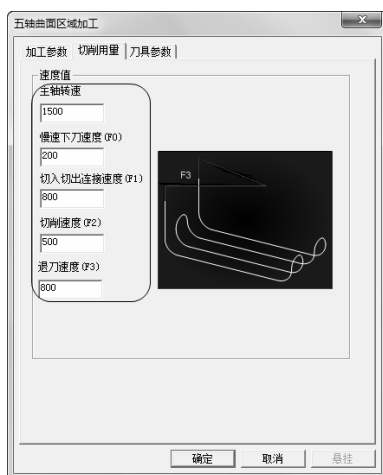

图 5-75 “切削用量”选项卡
2) 单击“切削用量”选项卡，设置“主轴转速”、“慢速下刀速度”、“切入切出连接速度”、“切削速度”、“退刀速度”，具体参数数值如图 5-75 所示。